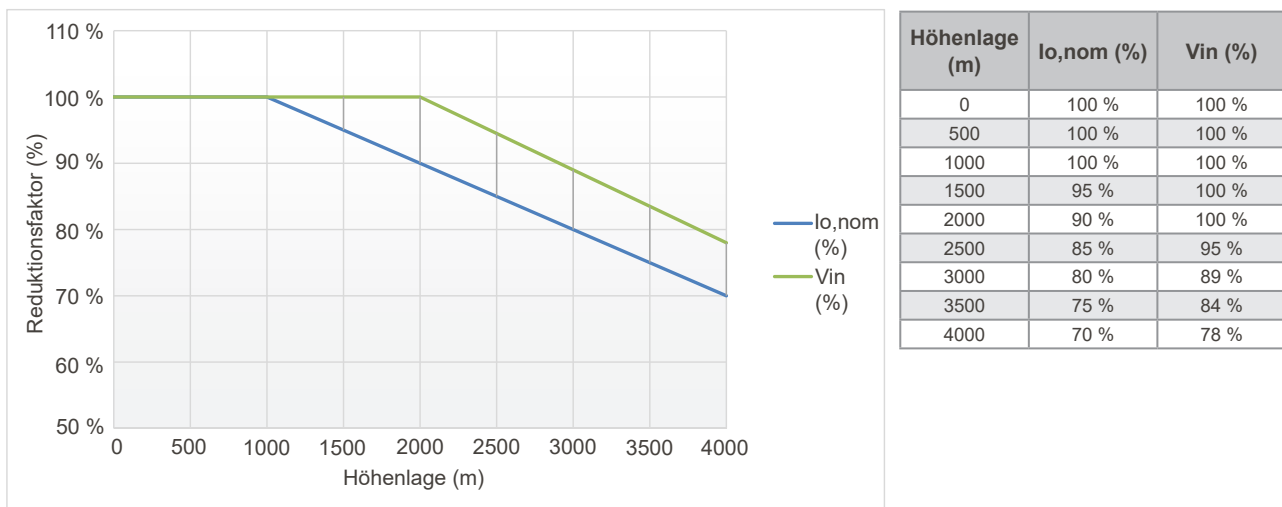

Abbildung 8.3: Strom-Derating als Funktion der Installationshöhe
Abbildung 8.3 auf Seite 136 veranschaulicht grafisch die Spezifikationen für Ausgangsstrom und Versorgungsspannung in Abhängigkeit von der Höhe.
- FD_{al}: Bei einer Aufstellungshöhe von 1500 m beträgt der Reduktionsfaktor $FD_{al} = 95 \%$ (siehe Abbildung 8.3 auf Seite 136).